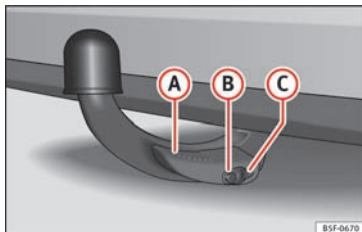

Fig. 225 Korrekt fastgjort aftageligt kuglehoved
- Armen (A) » Fig. 225 er helt løftet.
- Oplåsningsstiften (B) » Fig. 225 rager helt frem (den rød-grønne del er synlig).
- Afdækningen (C) » Fig. 225 sidder på låsen.